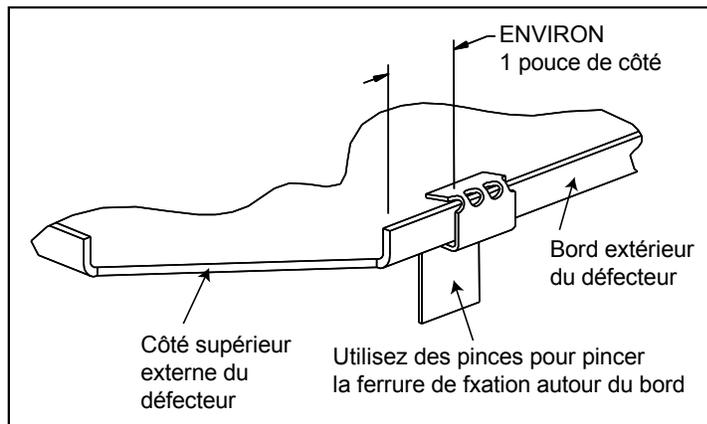
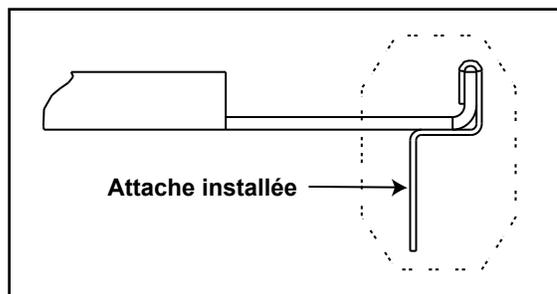

Figure 21.4
Figure 21.5
3. À l'aide de pinces, pliez la ferrure de fixation légèrement au delà de 90° dans la direction montrée dans la **Figure 21.4.**
4. Positionnez la ferrure de fixation comme montrée à la **Figure 21.4** et utilisez des pinces pour serrer autour du bord extérieur du déflecteur, comme montré à la **Figure 21.5.**
Remarque : La **Figure 21.5** montre la forme finie de la ferrure de fixation, une fois avoir fait le tour du bord du déflecteur.